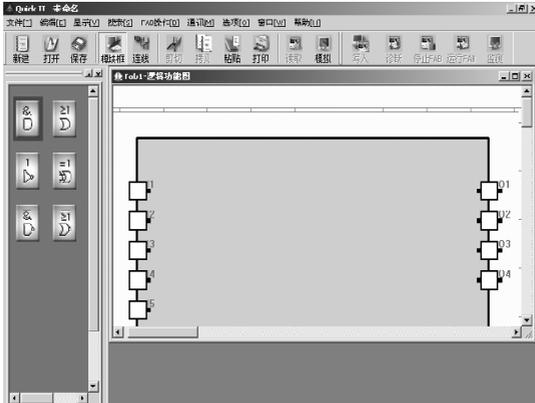

图 4.3 新文件编辑窗
3、选择完毕控制器类型后，用鼠标左键单击OK按钮，弹出保存窗口，如图4.5所示，保存文件设置完毕，再按“保存”按钮，或者不保存按“取消”按钮，界面出现一组新的功能图编辑视窗，如图4.3所示。